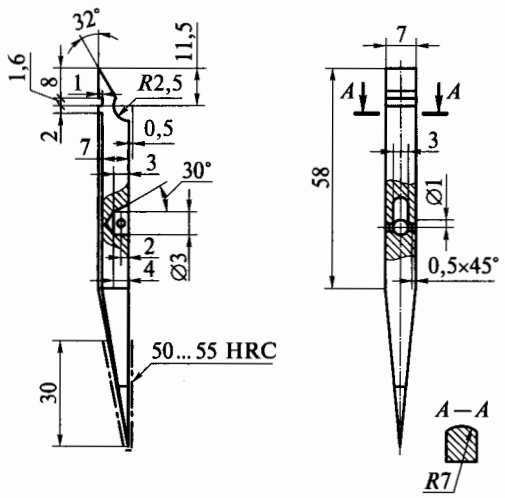

Рис. 5.14. Ножка разметочного циркуля
39. Опишите последовательность работ при изготовлении ножки разметочного циркуля (рис. 5.14), указав при этом применяемые инструменты и приспособления.